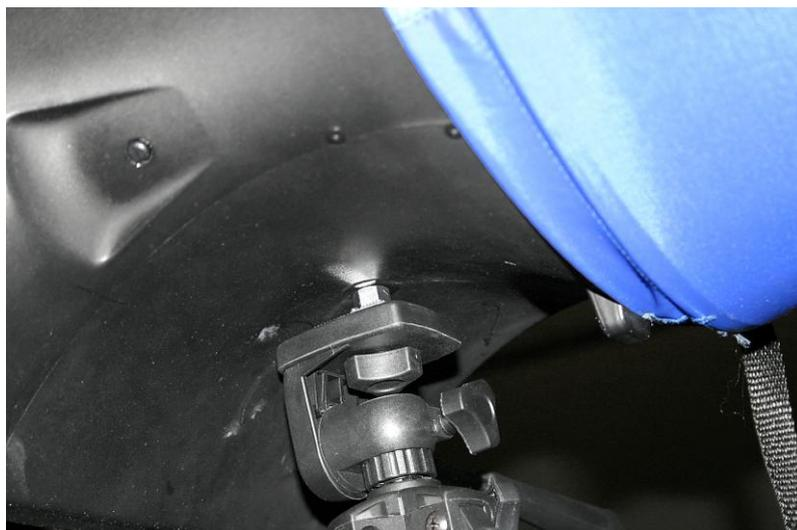

Abbildung 27: Montage des Haubensockels an Teleskopständer
4. Bringen Sie den Sockel der Messhaube am Stativ an, indem Sie die am Stativ befindliche Schraube am Gewindeeinsatz, der sich am Sockel gegenüber dem Display/Manometer befindet, festziehen (siehe Abbildung 27).